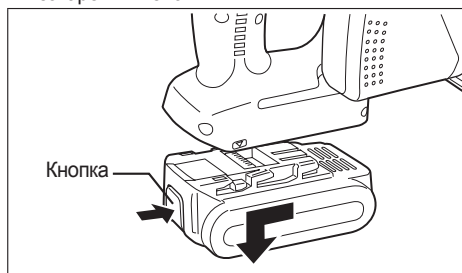

Рис. 3
2. Для снятия батарейного блока (См. Рис. 3) Нажмите на кнопку спереди, чтобы освободить батарейный блок.